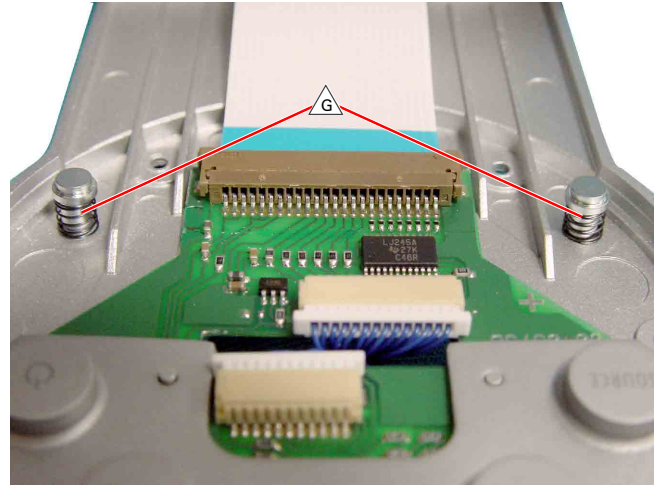

Fig. 14
- 5 Schrauben  (Fig. 12) herausschrauben und das Tastatur-Gehäuse öffnen (**Achtung** auf die beiden Bolzen mit Federn  (Fig. 14); Steckverbinder bei Bedarf öffnen).
- Undo 5 screws  (Fig. 12) and open the keyboard housing (**watch out** for the 2 bolts with springs  (Fig. 14); open connectors if necessary).